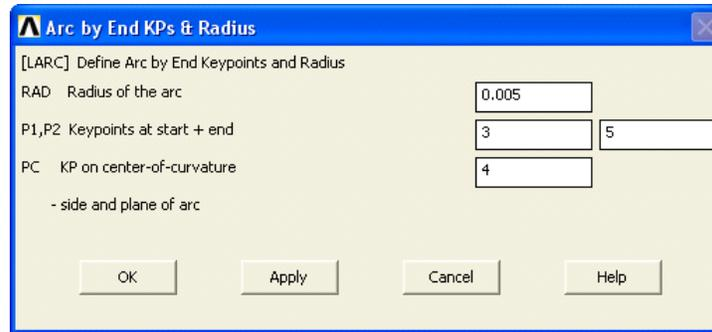

Рисунок 64. Вид окна *Arc by KPs & Radius*
- Появляется диалоговое окно **Arc by End KPs & Radius**, в котором необходимо ввести радиус дуги (поле **RAD**), который равен **0.005** (Рисунок 64).